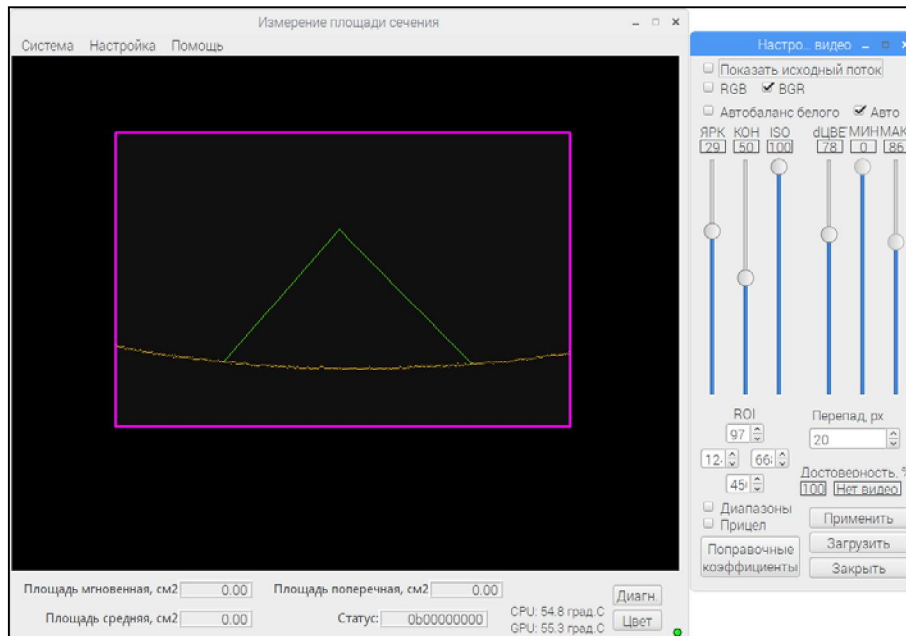

Рисунок 11 – Главная панель отображения видеосигнала
2. Установите границы ROI таким образом, чтобы они сформировали зону, ограничивающую место измерения (рисунок 11).